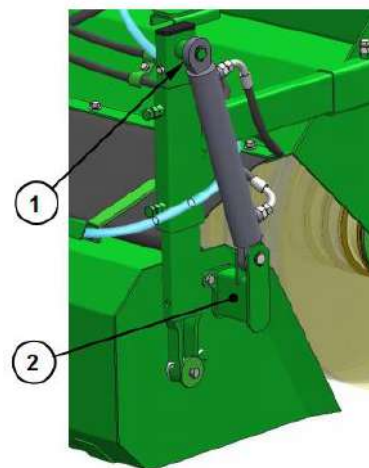

Рис. 15.
6.3. Гидравлический выброс резервуара для мусора (H)
Подметально-уборочная машина может быть оснащена ручной или гидравлической системой выброса ковша. В случае гидравлического выброса двигатель крепиться по левой стороне подметально-уборочной машины (Рис. 15) на специально подготовленном для этого направляющем плече (1) и захвате крепленным непосредственно к боковой стене ковша (2). Условием работы с гидравлическим выбросом является обладание дополнительной парой гидравлических гнезд типа ЕВРО в гидравлической системе трактора.